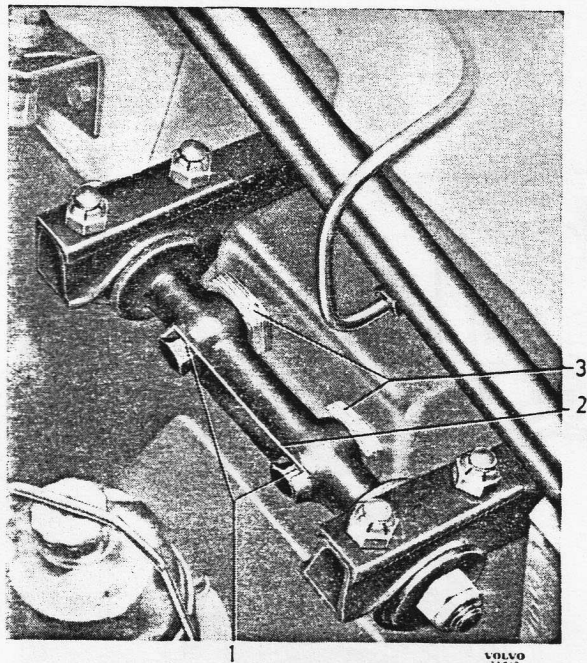

Bild 6-38. Radsturz und Vorlauf einstellen
**Anmerkung:** Die Änderungen der Einstellung muss an beiden Seiten mit der gleichen Anzahl Scheiben durchgeführt werden, um eine Verspannung des Vorderachsquerträgers zu vermeiden. Wenn der Vorlauf an der linken und rechten Seite unterschiedlich ist, wird die Einstellung am oberen Schwingarm durchgeführt, siehe Bild 6-38. Befestigungsbolzen (1) lösen, damit Scheiben herausgenommen werden können. Diese Scheiben sind in den Stärken 0,15; 0,5; 1; 3 und 6 mm lieferbar. Der Wert, um den diese Scheiben den Vorlauf ändern, ist im Diagramm in Bild 6-39 angegeben. Es ist dabei gleich, ob eine Scheibe von der einen Befestigungsschraube weggenommen, oder ob sie zu der anderen Befestigungsschraube hinzugefügt wird. In beiden Fällen ist die Änderung unbedeutend. Die Durchführung ist teilweise davon abhängig, wieviel zu ändern gewünscht wird. Wenn der Radsturz richtig ist, wird der Vorlauf durch Fort-
nehmen von Scheiben geändert. Vor jeder Messung Befestigungsschrauben anziehen. Wenn der richtige Vorlauf erreicht ist, Befestigungsschrauben mit Sicherungsblech (2, Bild 6-38) sichern.
Der Radsturz-Winkel soll  $0^\circ$  bis  $+1/2^\circ$  betragen. Der Radsturz wird durch Scheiben (3. Bild 6-38) an der oberen Schwingarmwelle eingestellt. Die Befestigungsschrauben (1) sollen etwas gelöst sein. Die Anzahl der Scheiben, welche hinzugefügt oder weggenommen werden müssen, hängt von der Größe des falschen Radsturzwinkels ab. Nach dem Einstellen Befestigungsschrauben anziehen und Radsturzwinkel prüfen. Die Scheiben sind in folgenden Stärken lieferbar: 0,15; 0,5; 1,3 und 6 mm der Wert, um den diese Scheiben den Winkel ändern, ist im Diagramm in Bild 6-39 angegeben.